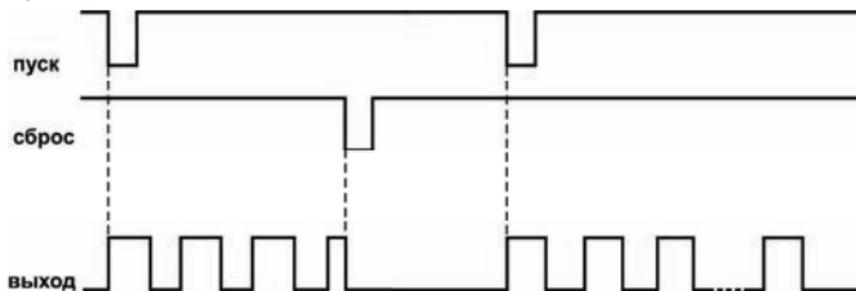

Рисунок 9
3.1.2.5 Сигнал «Сброс» прекращает выполнение программы и возвращает таймер в исходное состояние. Время задержки реакции прибора на сигнал «Сброс» составляет не более 0,1 мс (рисунок 9).